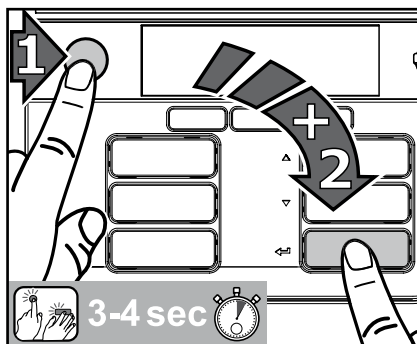

Fig. 42
1. Premere innanzitutto il tasto STOP, dopodiché il tasto INVIO  e mantenere premuti contemporaneamente ambedue i tasti per 3-4 secondi, per accedere al modo di pulizia (fig. 42).